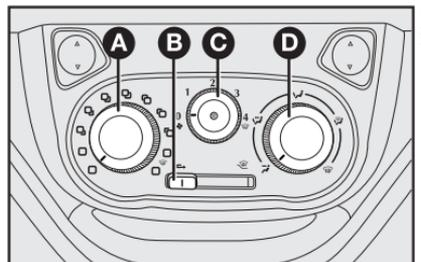

fig. 52
### COMANDOS - fig. 52
- 1) Seletor para a temperatura do ar **A-fig. 52** totalmente posicionado à esquerda.
- 2) Seletor do ventilador **C-fig. 52** posicionado na velocidade máxima.
- 3) Seletor de distribuição do ar **D-fig. 52** apontado para ; controlar para que todas as saídas de ar estejam totalmente abertas.
4) Ligar o ar-condicionado apertando o seletor a partir da posição 1 **C-fig. 52** (a luz-espia no seletor irá acender).
O ar-condicionado é muito útil para acelerar o desembaçamento, pois desumidifica o ar. É suficiente regular os comandos para a função de desembaçamento e ativar o condicionador, apertando o seletor **C-fig. 52**.
1) Condicionador de ar ligado: seletor **C-fig. 52**.